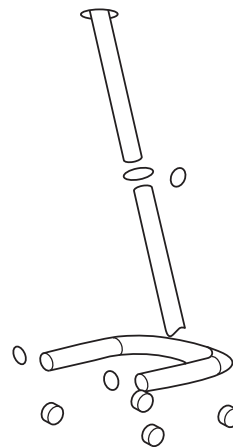

FIGURE 1
1. Assemblez le cadre en U selon la Figure.1